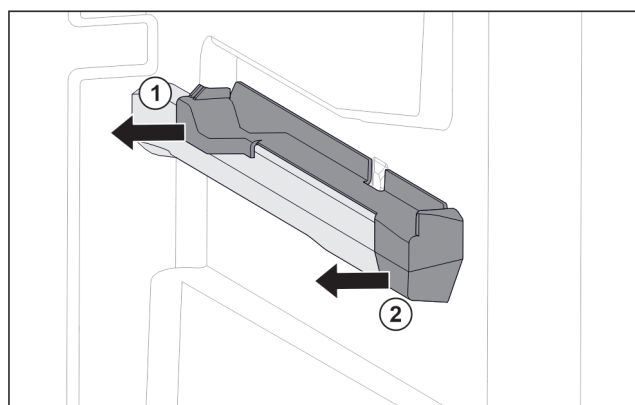

Fig. 26 Вставная часть на правом контейнерном ребре
- Отодвиньте вставную часть сзади в сторону. Fig. 26 (1)
- Отодвиньте вставную часть спереди в сторону. Fig. 26 (2)